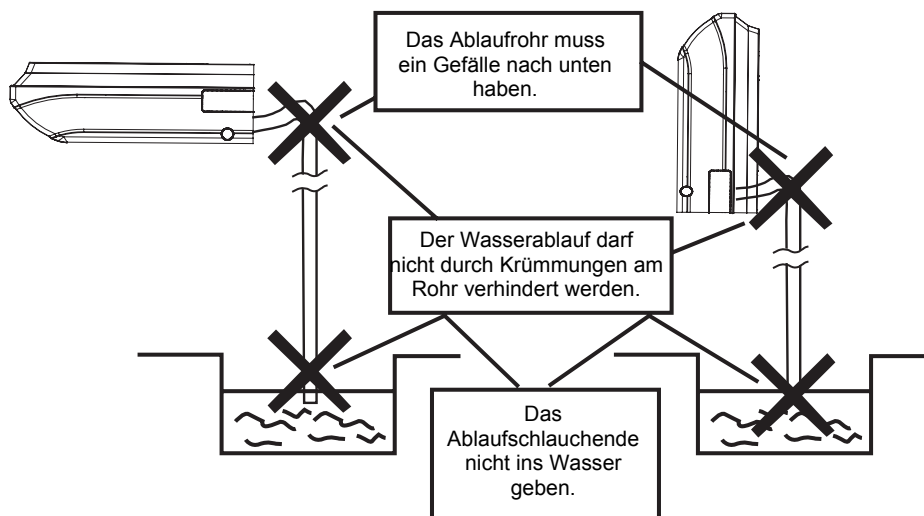

Abb. 23
4. Schließen Sie den Ablaufschlauch an (Abb. 23).